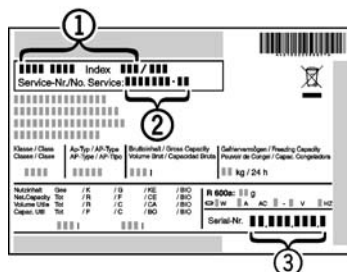

Fig. 6
- ▶ Aflæs apparatets betegnelse *Fig. 6 (1)*, service-nr. *Fig. 6 (2)* og serie-nr. *Fig. 6 (3)* fra typeskiltet. Typeskiltet er anbragt på apparatets venstre inderside.
- ▶ Underret vores kundeservice og meddel fejlen, apparatets betegnelse *Fig. 6 (1)*, service-nr. *Fig. 6 (2)* og serie-nr. *Fig. 6 (3)*.